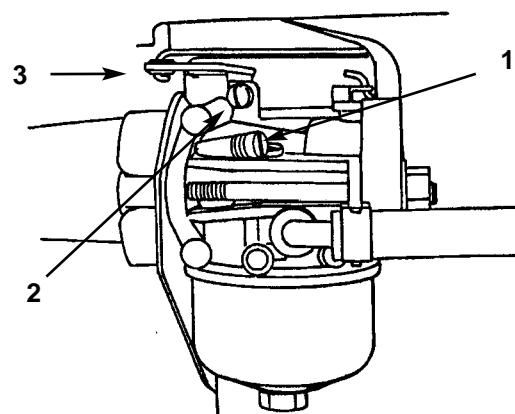

Fig. 27
- A. Girate leggermente in senso orario la vite della miscela del minimo (Fig. 27), fin quando si chiude appena. Non forzate (avvitandola) questa vite perché potreste danneggiare il carburatore.
- B. Aprite la vite della miscela del minimo (Fig. 27) di un giro in senso antiorario. Questa regolazione vi consente di avviare il motore.
- A. Tenete il braccio dell'acceleratore contro la vite del minimo (Fig. 27). Regolate questa vite in modo che il motore giri al minimo a 1750 giri/min primo, e verificate i giri con il tachimetro.
- B. Sempre tenendo il braccio dell'acceleratore contro la vite del minimo, girate lentamente la vite della miscela del minimo (Fig. 27) in senso orario (verso l'interno) fin quando il motore inizia a rallentare (miscela povera). Ora girate la vite della miscela del minimo in senso antiorario (verso l'esterno) fin quando il motore inizia a girare irregolarmente (miscela ricca).
- C. Ora girate la vite della miscela del minimo (Fig. 27) a metà tra la miscela povera e la ricca, fin quando il motore avrà una marcia regolare.